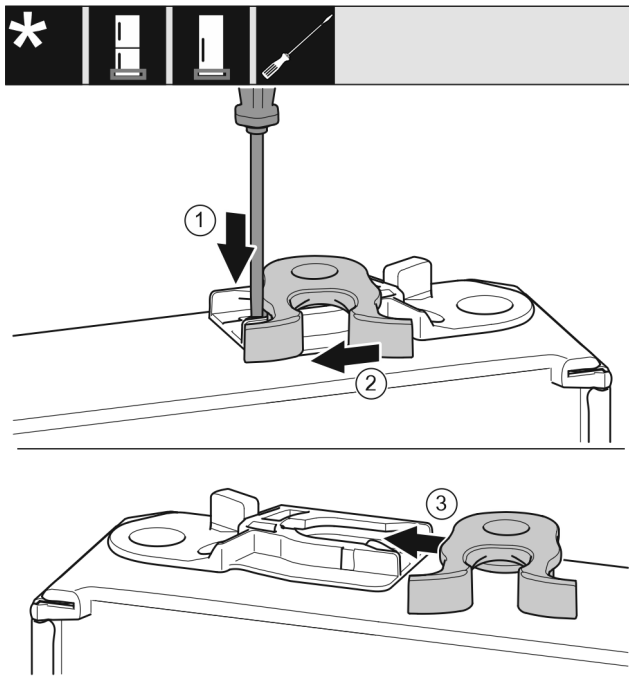

Fig. 33
- ▶ Lasche Fig. 33 (1) mit Schlitzschraubendreher nach unten drücken.
- ▶ Schließhaken Fig. 33 (2) aus Führung ziehen.
- ▶ Schließhaken Fig. 33 (3) auf anderer Seite in Führung schieben.